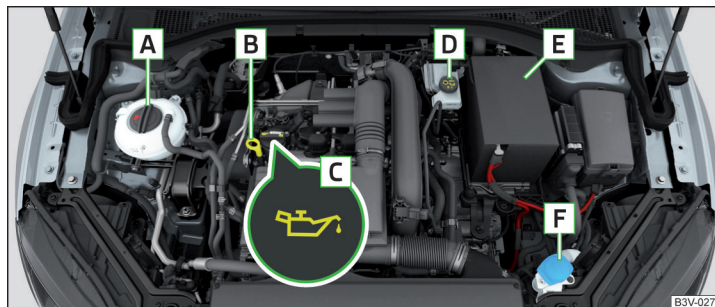

Abb. 319 Anordnungsbeispiel im Motorraum
- Den Deckel der Motoröleinfüllöffnung **C** abschrauben » Abb. 319 auf Seite 282.